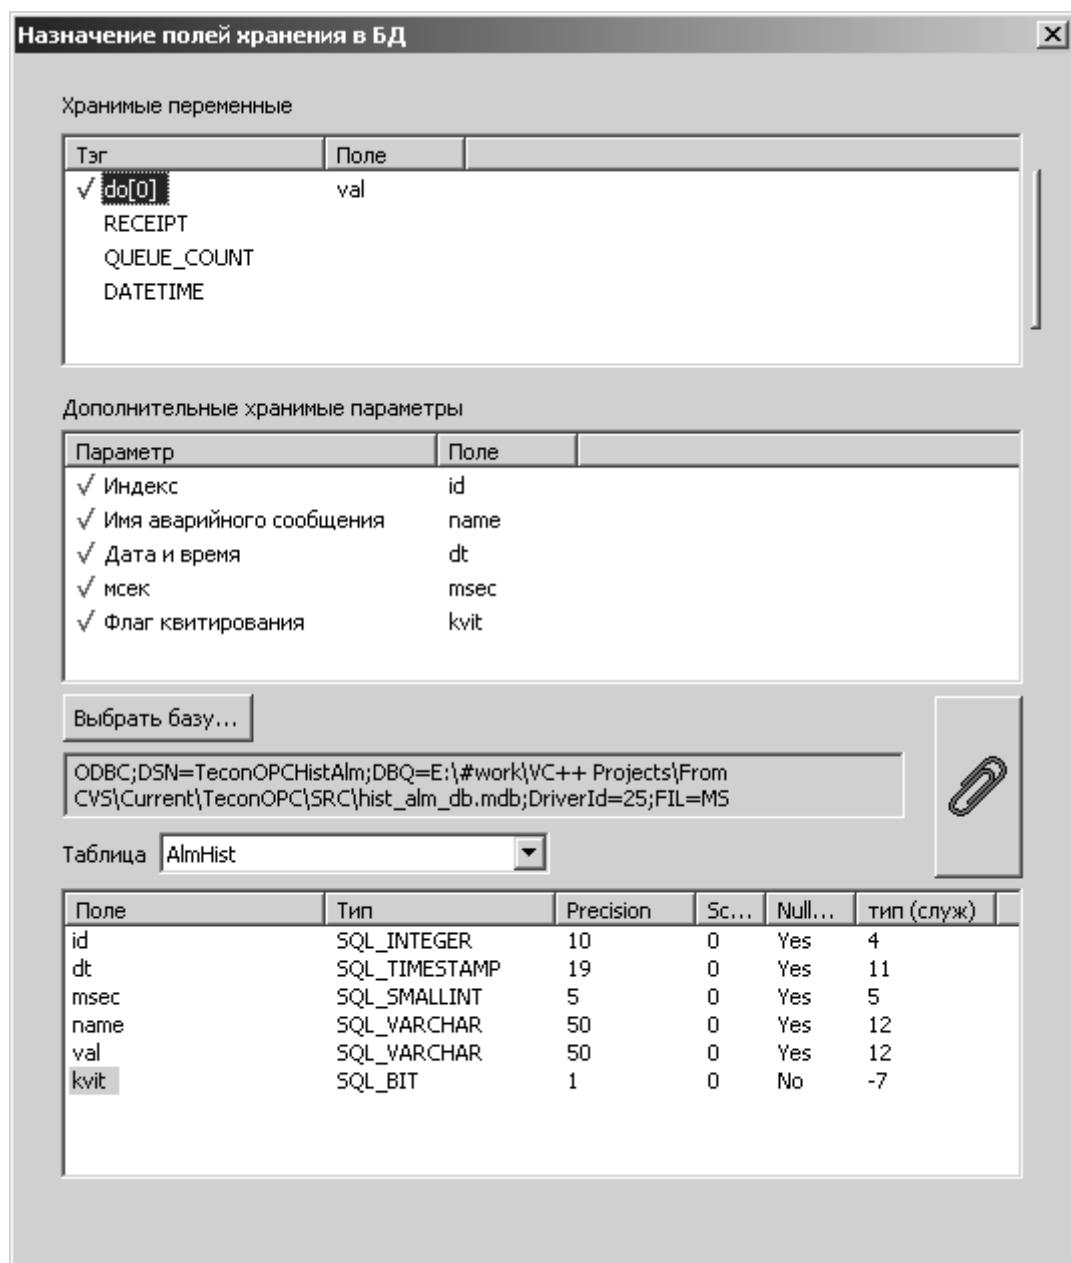

Рисунок 4.57 - Настройка полей базы данных для аварий
На рисунке представлен вид окна настройки полей базы данных для аварий (Рисунок 4.57).
- в) нужно связать хранимую переменную (тэг или служебную) с полем базы. Для этого нужно выбрать поле таблицы, выбрать переменную, которую нужно с ним связать, и нажать на кнопку с изображением скрепки (см. Рисунок 4.57).